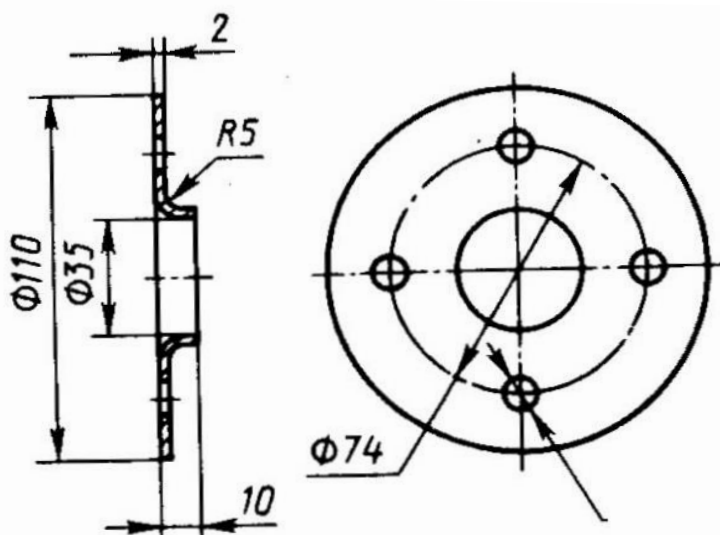

Рис. 32
2. Разработайте процесс изготовления детали (рис. 32) методом холодной листовой штамповки. При выполнении работ следует: установить технологические операции, необходимые для получения детали; определить размеры заготовки, определить вид исходного материала, привести его химический состав и механические свойства. Изобразите схему раскроя и определите коэффициент использования материала; выполните необходимые технологические расчеты; определите технологические зазоры между пуансоном и матрицей при вырубке и пробивке; определите коэффициент отбортовки и сделайте вывод о возможности отбортовки; выберите штамп и укажите последовательность выполняемых на нем операций; изобразите схему штампа и опишите его работу; установите способ подачи заготовки в штамп; определите усилия на операциях; приведите схему оборудования и опишите его работу. Материал детали – сталь 10.